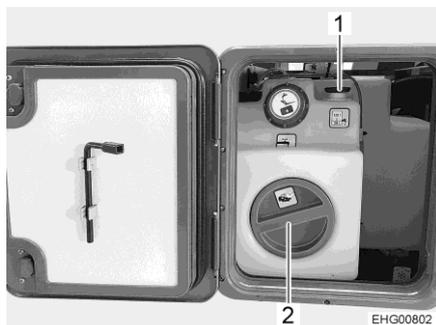

Fig. 186 Serbatoio dell'acqua con maniglia girevole
- Sul serbatoio dell'acqua ruotare la maniglia girevole (Fig. 186,1) in senso antiorario, oltre la resistenza verso l'esterno fino all'arresto, per aprire completamente l'apertura di scarico.